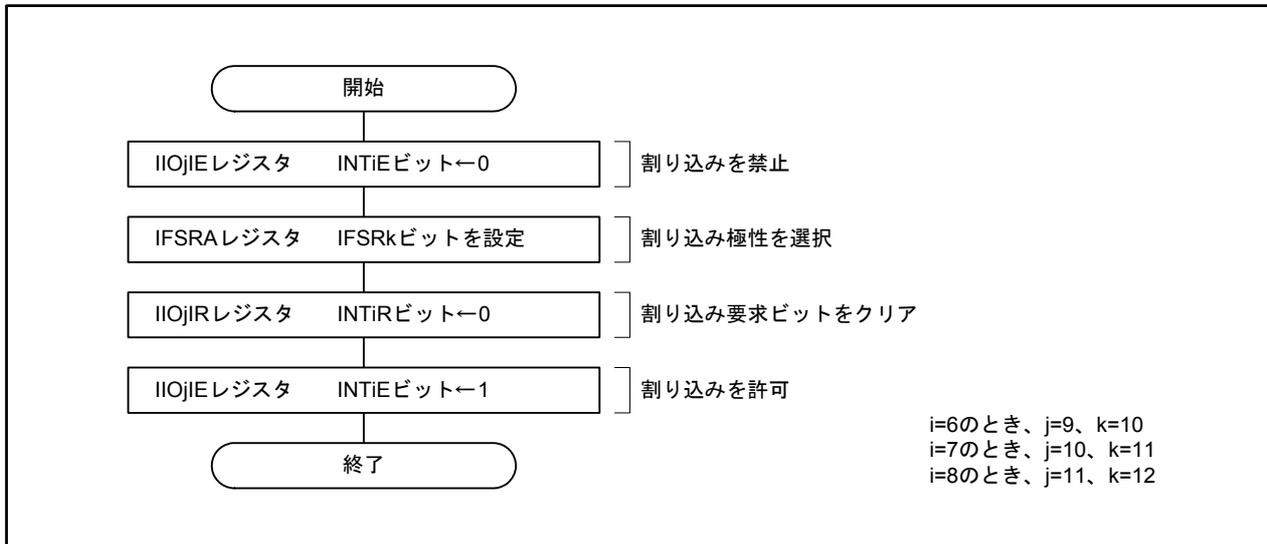

図28.4 $\overline{\text{INT}}_i$ 割り込み ($i=6 \sim 8$) 発生要因の設定手順
- $\overline{\text{INT}}_6 \sim \overline{\text{INT}}_8$ 端子の極性を切り替えるときに、 IIOjIR レジスタ ($j=9 \sim 11$) の対応するビットが“1” (割り込み要求あり) になることがあります。切り替えた後、これらのビットを“0” (割り込み要求なし) にしてください。図28.4に $\overline{\text{INT}}_i$ 割り込み ($i=6 \sim 8$) 発生要因の設定手順を示します。